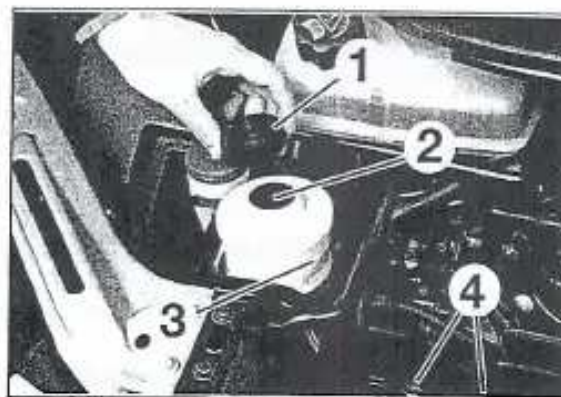

Figura 5-13
- Desatornillar el tapón (1) del depósito de aceite y retirar el cartucho filtrante (2) (figura 5-13).
• Efectuar el llenado hasta la marca «MAX» (3) (figura 5-13).
• Desmontar los tornillos (4) (figura 5-13).